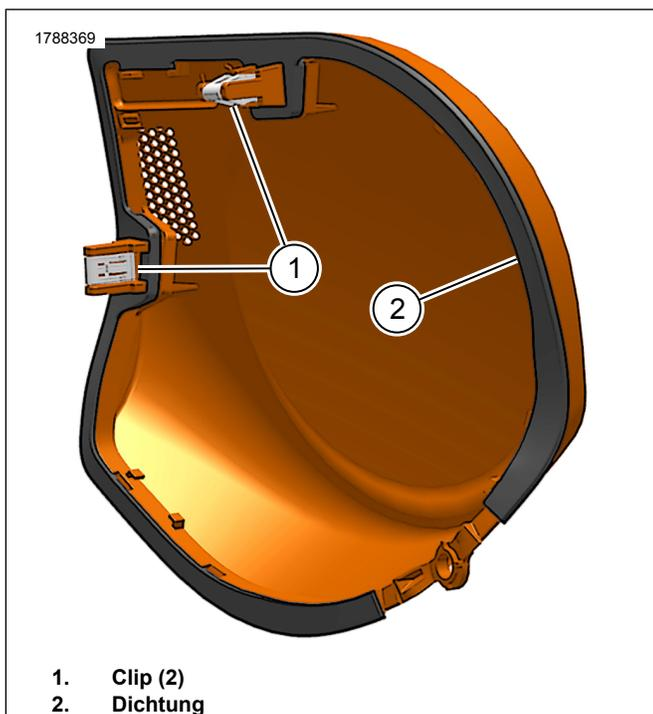

Abbildung 6. Gitterdichtung
a. Abbildung 6 Sicherstellen, dass die Clips (1) und die Dichtung (2) am Gitter angebracht sind.